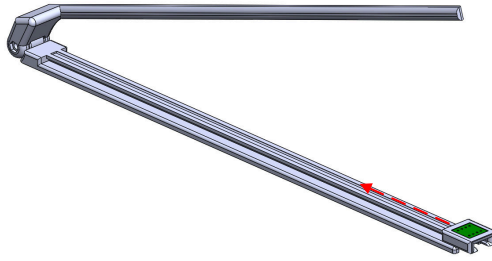

图 3-9. 添加 SENS093_Sensor
3. 将 SENS093_Sensor 滑入 SENS093_Track，如图 3-9 所示。